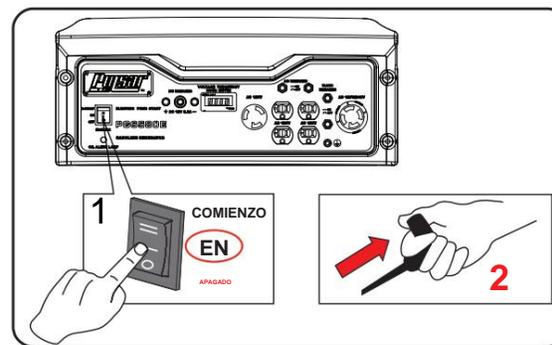

Figura 10 Comienzo de retroceso
- Para el arranque manual, empuje el interruptor de encendido/apagado del motor a la posición "ON". Tire de la manija de retroceso (cable de arranque) lentamente hasta que sienta resistencia, regrese y luego tire rápidamente. (Consulte la figura 10) • Deje que el motor funcione durante varios segundos y luego, gradualmente, a medida que el motor se calienta, deslice la palanca del estrangulador completamente a la posición de "Correr".